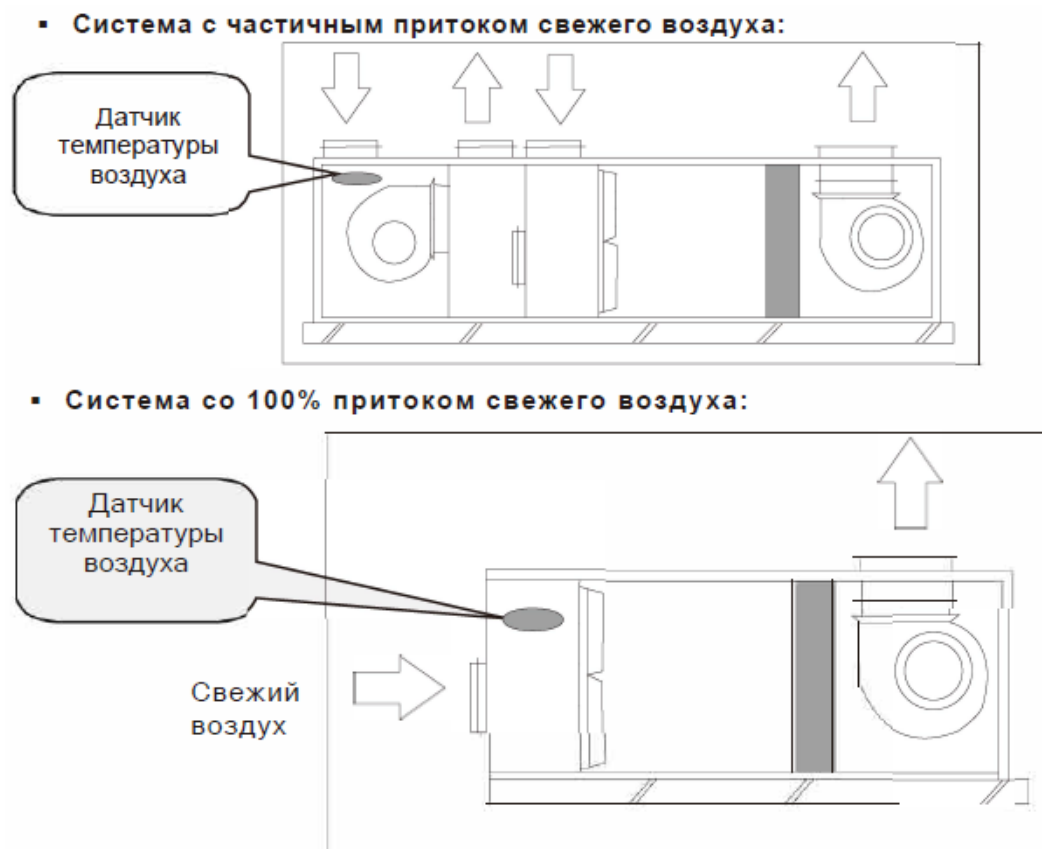

Рис.9
➤ **Установка датчика температуры воздуха (рис.9):**
- На рис.9 показана контактная колодка управления скоростью вентилятора электродвигателя, где L-низкая скорость, M- средняя, H- высокая;